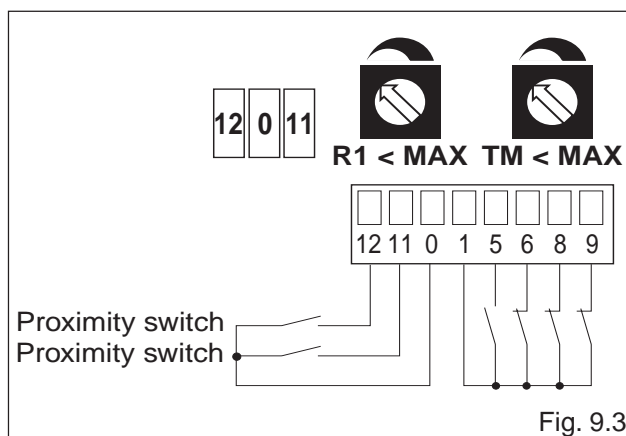

Fig. 9.3
- (Abb. 9.3) **Der Flügel fährt an die mechanischen Anschläge und kehrt die Bewegung bei Hindernissen um.** Als Fahrzeit 2-3 Sekunden mehr einsetzen als die Tür tatsächlich benötigt ( $TM < MAX$ .) und die Näherungsendscharter zum Öffnen und Schließen 2-3 Sekunden vor dem mechanischen Anschlag einstellen. In dieser Betriebsart hält das Tor an dem mechanischen Anschlag zum Öffnen und Schließen an.